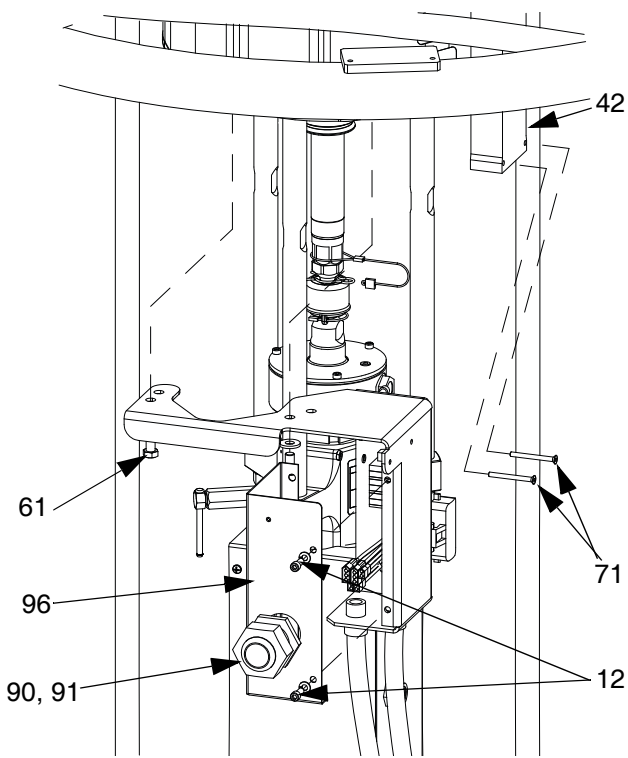

FIG. 35: Ta bort D200 och D200s kopplingslåda
För 200 l (55 gallon) tryckplatta (D200 och D200s matarsystem): Ta bort kopplingslådan från plattans stång. Montera tillbaka kopplingslådan i luftmotorn med hjälp av de två skruvarna (61). Se FIG. 35.